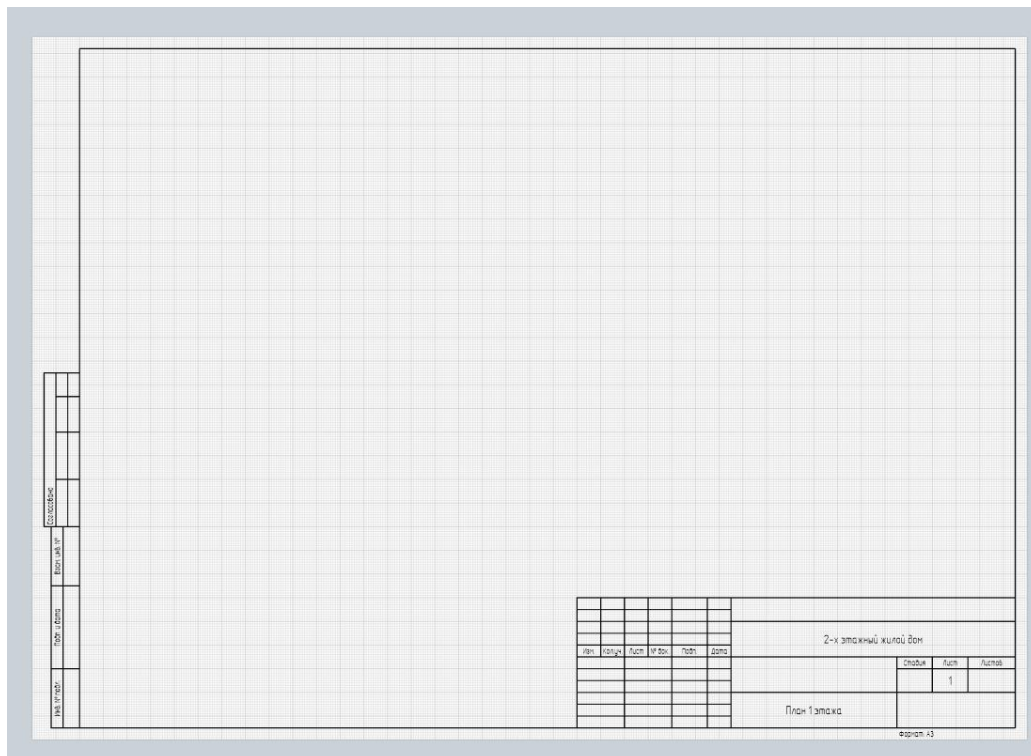

Рис. 3 Готовая рамка и основная надпись
5. В итоге должно получиться следующее (рис. 3)